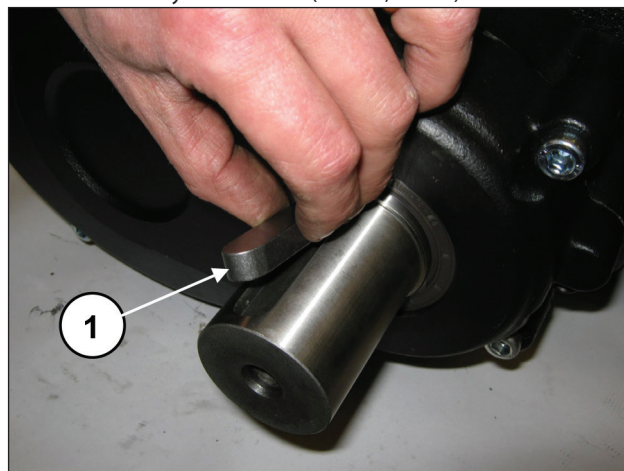

Рис. 3
Снимите шпонку с вала ВМ (поз. ①, Рис. 3).